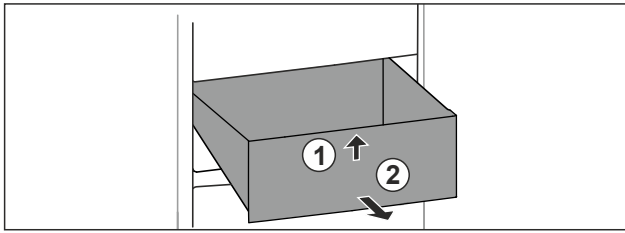

Fig. 101
- ▶ Schubfach vorne anheben. Fig. 101 (1)
- ▶ Schubfach nach vorne entnehmen. Fig. 101 (2)